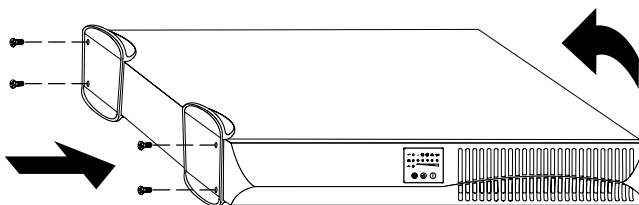

Figura 6. Installazione della base dell'UPS
2. Collocare l'UPS in posizione orizzontale, in modo che il lato sinistro dell'armadietto sia accessibile (vedere la Figura 6).